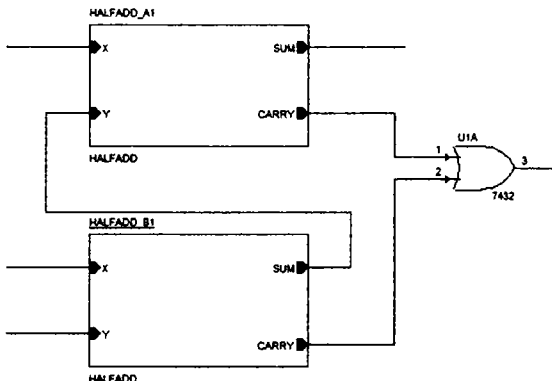

Рис. 18.13. Соединения иерархических блоков
16. Используя Place Part, добавьте вентили ИЛИ (7432) к схеме и соедините блоки проводниками, как показано на рис. 18.13.